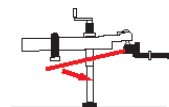

Figure 33
5. Une fois la tension sur les barres de torsion enlevée, retirez les goupilles en L des bras et glissez les bras de torsion du support en L. (Figure 33)